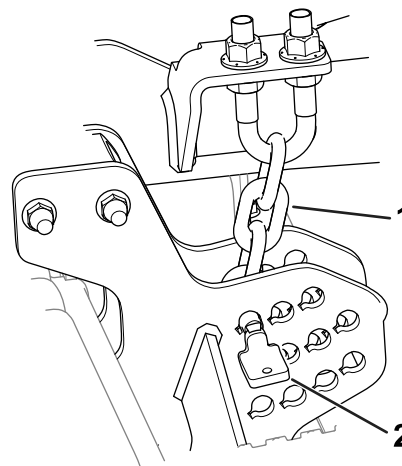

Рисунок 10
- Извлеките штифты крепления цепей регулировки высоты скашивания в задней части режущего блока (Рисунок 10).
Штифт должен быть установлен в самом нижнем звене цепи регулировки высоты скашивания. Цепь должна свисать прямо вниз (Рисунок 10) и не должна быть перекручена.